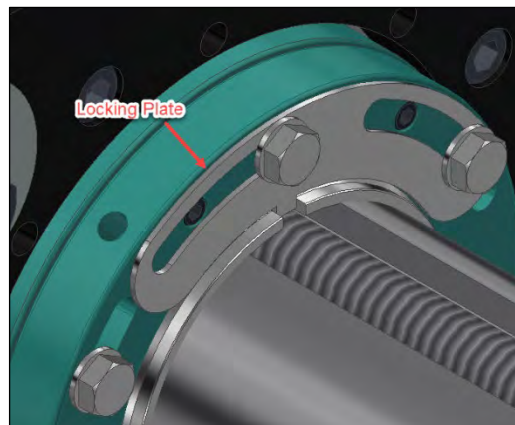

Figure 15. Plaque-frein installée
14. Installez la plaque-frein comme illustré à la Figure 15 (locking plate).